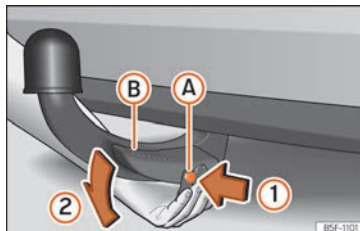

Abb. 176 Anhängerkupplung ausbauen
- Drücken Sie den Entriegelungsbolzen (A) in Pfeilrichtung (1) und gleichzeitig den Hebel (B) in Pfeilrichtung (2) bis zum Anschlag » Abb. 176.